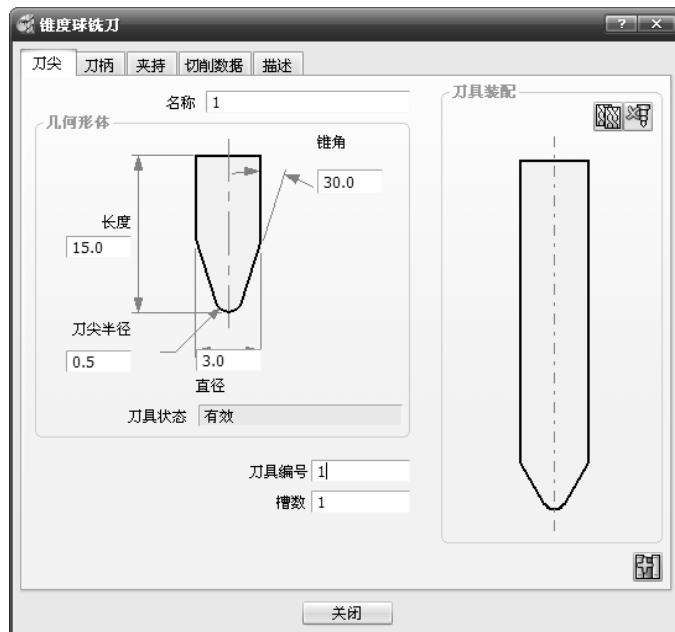

图 2-117 “锥度球铣刀”对话框
4) 创建刀具 R1。在“PowerMILL 资源管理器”中选中“刀具”选项，单击鼠标右键，在弹出的快捷菜单中依次选择“产生刀具”→“锥度球铣刀”命令，弹出“锥度球铣刀”对话框，如图 2-117 所示。